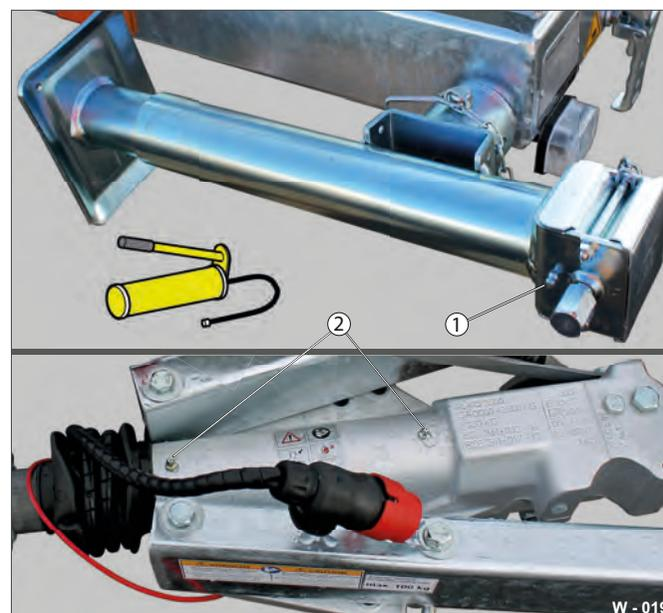

Fig. 19 Points de graissage
- ▶ Lubrifiez les béquilles télescopiques au niveau des graisseurs (Fig. 19 /1).
- ▶ Lubrifiez le dispositif de freinage à inertie au niveau des graisseurs (Fig. 19 /2).